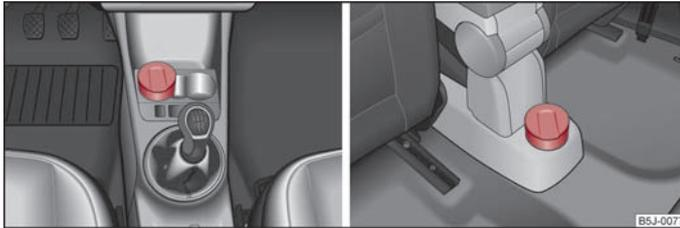

Abb. 60 Mittelkonsole: Aschenbecher vorn / hinten
- Nehmen Sie den Aschenbecher ⇒ Abb. 60 nach oben heraus. Beim Herausnehmen halten Sie den Aschenbecher nicht am Deckel - Abbruchgefahr.